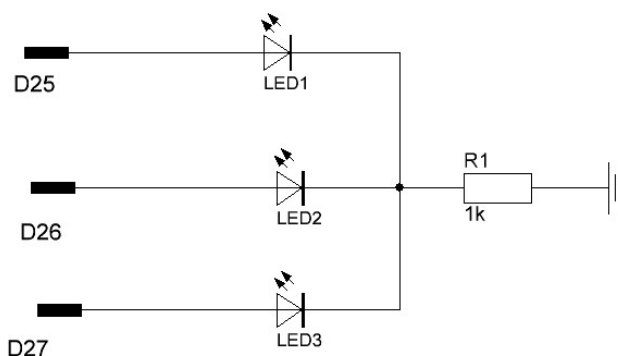
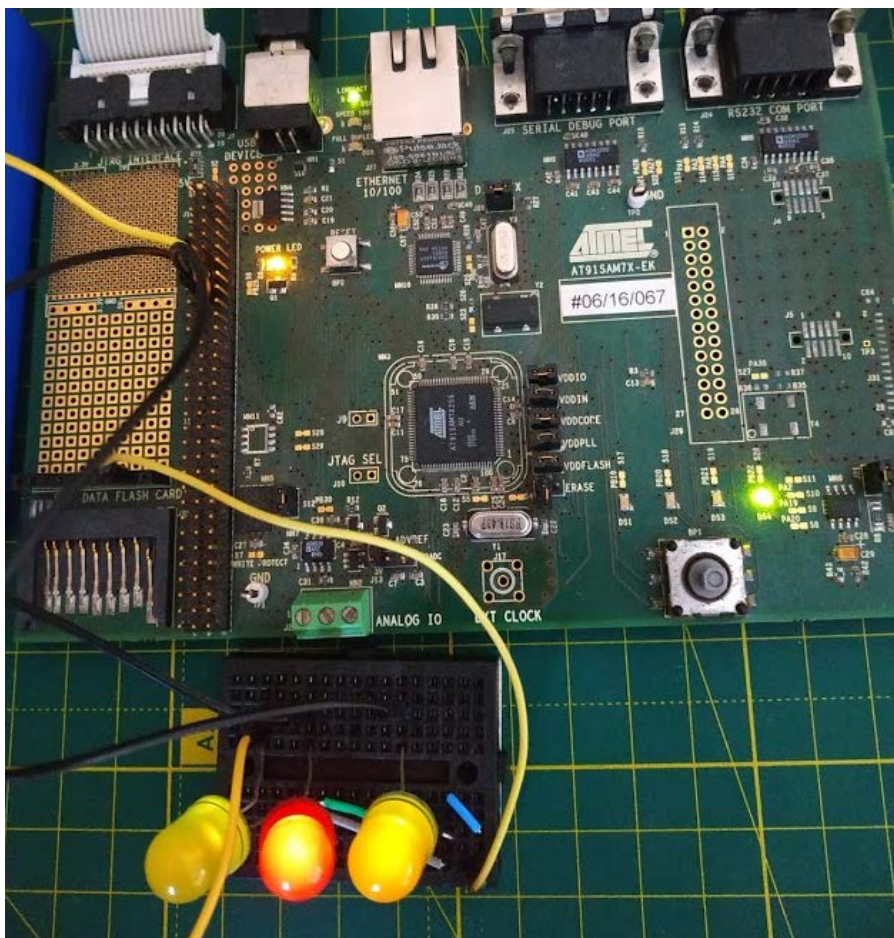

Рис. 3.6. Схема підключення додаткових світлодіодів
Рис. 3.7. Відладочна плата з підключеними додатковими світлодіодами
- До гребінки ніжок РІОВ контролера підключити три додаткові світлодіоди (використовувати макетні плати). Номер ніжок визначається за наступною формулою: $22 + \text{№ варіанту} + \text{№ світлодіода} - 1$. Тобто, наприклад, для 2-го варіанту світлодіоди слід підключити до ліній 24, 25 та 26. Якщо значення більше ніж 32, то переходимо до лінії №1. Схема підключення світлодіодів приведена на рис. 3.6., а загальний вигляд на рис. 3.7.